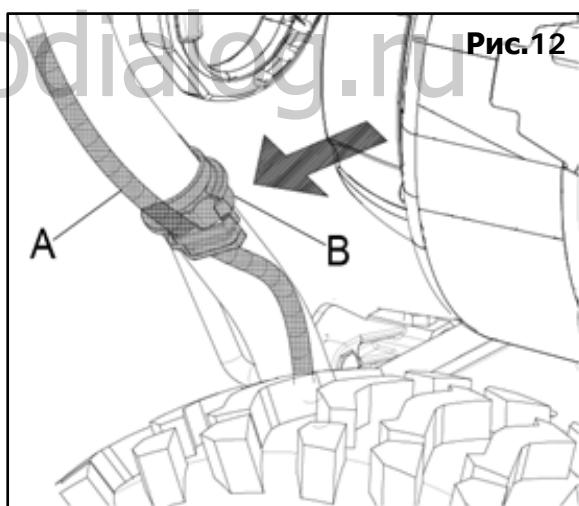

Рис.12
- Заправьте провода **(A)** в держатель для проводов **(B)** на верхней и нижней ручках (Рис. 12).